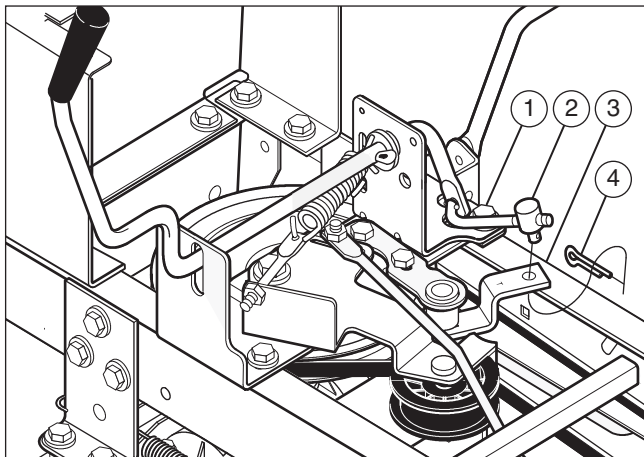
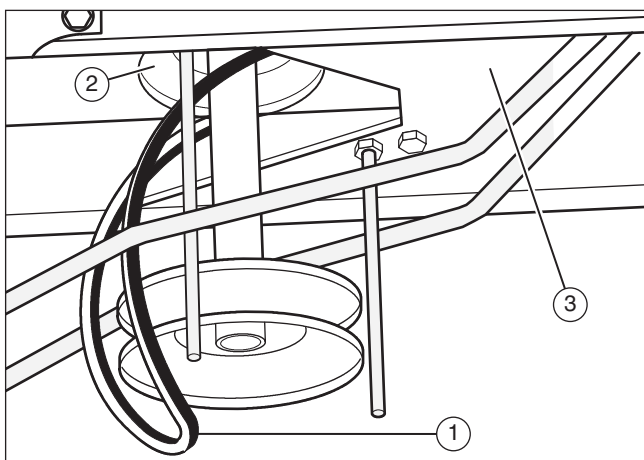

figur 16
figur 17
3. Ta bort tomgångsskivan (1) (figur 16).
4. Ta ut batteriet och batterihållaren så att du kan komma åt remförarna (1) (figur 17). Se Hur man tar ut batteriet.
5. Lossa remförarna (1) vid den drivande remskivan (2).
6. Ta av drivremmen (3) från den drivande remskivan (4) (figur 16).